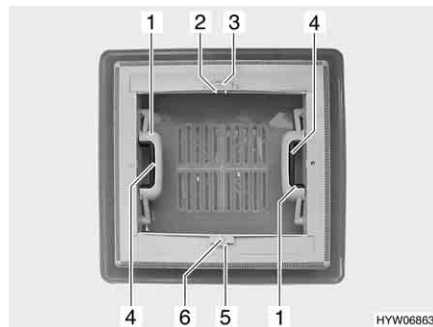

Fig. 17 Oblò a scatto
**Apertura:** ■ Premere la chiusura a scatto (Fig. 17,4) verso l'interno dell'oblò. Premere contemporaneamente verso l'alto l'oblò con la maniglia (Fig. 17,1).
**Chiusura:** ■ Tirare con forza verso il basso le due maniglie (Fig. 17,1) dell'oblò, fino a quando non scattano entrambe le chiusure.
**Chiusura:** ■ Premere l'arresto (Fig. 17,5) verso il lato esterno dell'oblò.
■ Tirare l'oscurante a rullo per la maniglia (Fig. 17,6) fino alla maniglia contrapposta della zanzariera a rullo (Fig. 17,2) e farla innestare.
**Apertura:** ■ Serrare la maniglia (Fig. 17,2). L'arresto si sblocca.
■ Ricodurre lentamente l'oscurante a rullo accompagnandolo con la maniglia (Fig. 17,6).
**Chiusura:** ■ Premere l'arresto (Fig. 17,3) verso il lato esterno dell'oblò.
■ Tirare la zanzariera a rullo per la maniglia (Fig. 17,2) fino alla maniglia contrapposta dell'oscurante a rullo (Fig. 17,6) e farla innestare.
■ Ricodurre lentamente la zanzariera a rullo accompagnandola con la maniglia (Fig. 17,2).